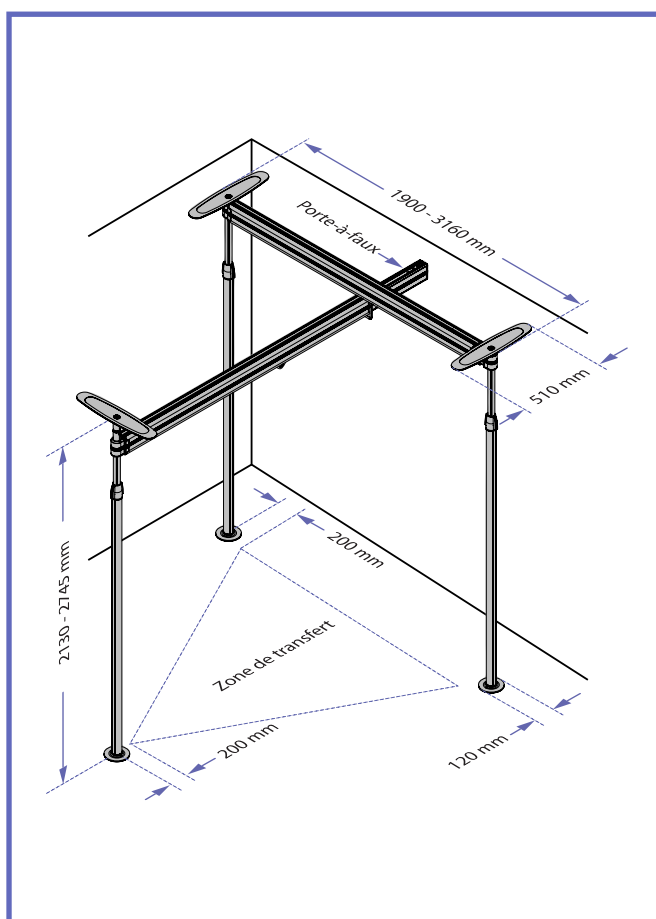

Fig. 6
- 3) En se référant à la Fig.6, déterminer l'emplacement des trois poteaux en considérant ce qui suit :